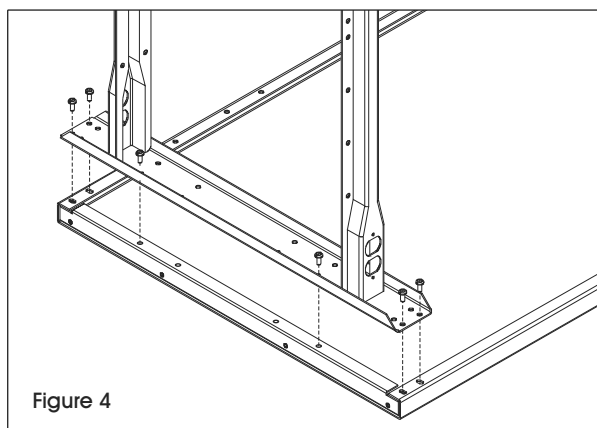

Figure 4
- Alignez les trous des pieds avec l'extrémité de la surface de table. Fixez à l'aide de six boulons de 1/4 po-20 x 5/8 po. Des sections filetées sont fournies à chaque extrémité de la surface. (Voir Figure 4).